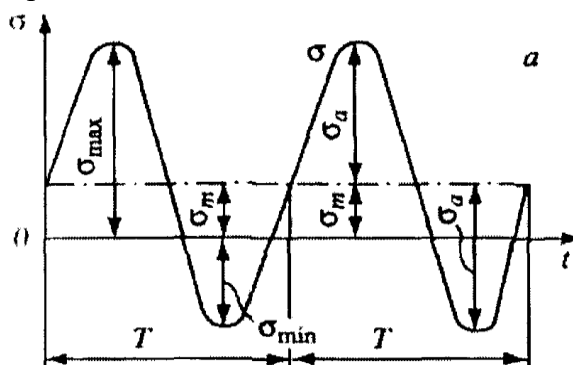

Рис.1.
3. На рис.1 и рис.2 представлена обычная синусоидальная кривая, характеризующая изменение напряжений σ во времени t при знакопеременной нагрузке асимметричного цикла sR . Характеристиками цикла в данном случае являются: σ_{\max} , σ_{\min} , σ_m , σ_a , T . Основные параметры цикла при циклическом нагружении показаны на рис. 1. и рис 2.